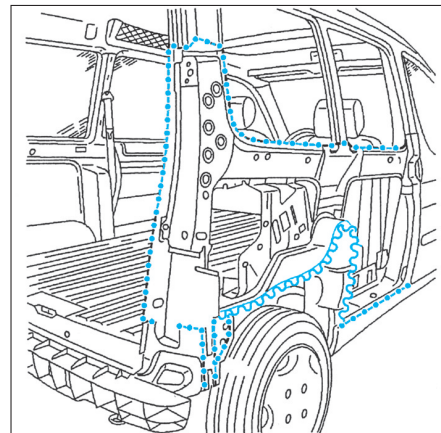

FIG. 80
- Préparation des bords d'accostage et protection par un apprêt soudable (Fig.80).